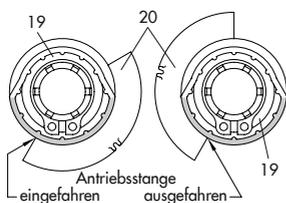

Bild 5-7: Schaltnocken und Nockenträger
3. Befestigungsschrauben herausdrehen und Antriebsplatine (12) aus ihrer Führung heraus nach rechts schieben. Platine leicht anheben und weiter in Richtung Kabeldurchführung schieben.
4. Spindelzahnrad (2) auf die Lagerhülse (13) clipsen. Darauf achten, dass dabei die seitliche Arretierung in die Nut der Lagerhülse eingreift.
5. Zwischenrad (1) auf Dom 1 (11.1) aufstecken, dann Zackenring (3) aufsetzen und bis zum Anschlag herunterdrücken.
6. Einstellzahnräder (18) auf ihre Dome stecken und mit je einer Schraube befestigen. Prüfen, ob sich die Einstellzahnräder leicht drehen lassen. Schraube andernfalls wieder geringfügig lösen.
7. Schaltnockeneinheit (21) ausrichten: Dazu die beiden Schaltnocken (19) nach Bild 5-7 entsprechend der Stellung der Antriebsstange auf dem Nockenträger (20) verdrehen.